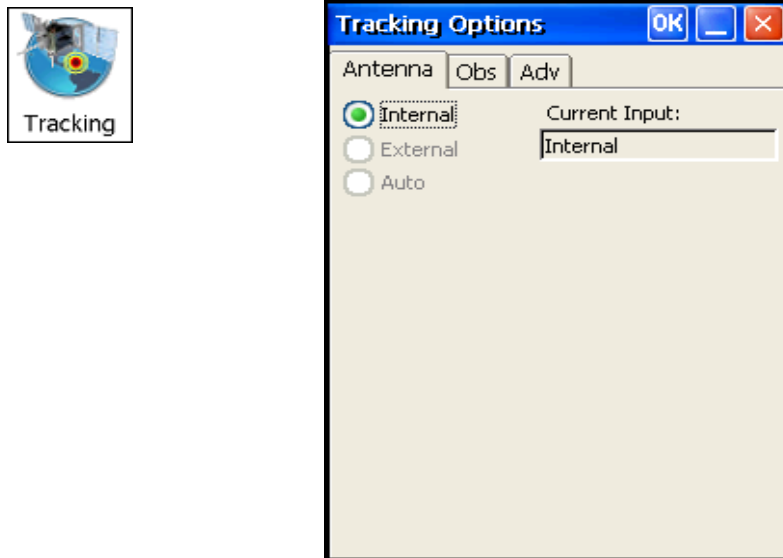

Рис. 3-12. Выбор типа используемой антенны
8. Нажмите значок **Tracking** и выберите тип антенны, которая используется приемником (Рис. 3-12).